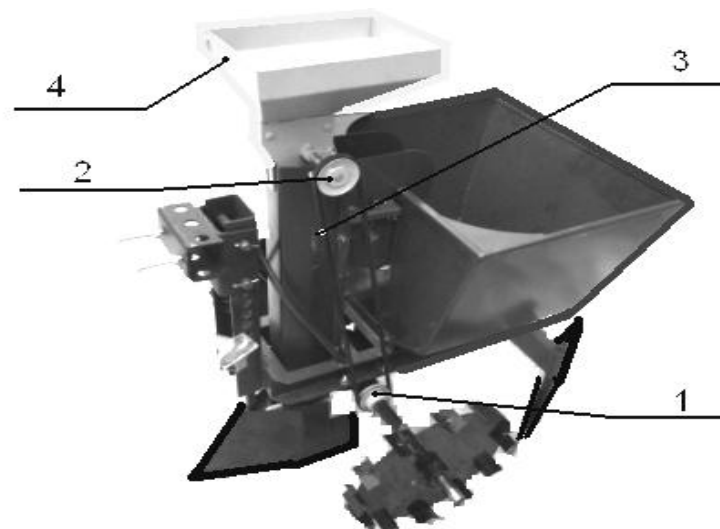

Рис. 1
Аппарат для внесения удобрений (далее АБУ), малогабаритный, устанавливается на сажалку согласно рис. 1. АБУ позволяет одновременно с посадкой семенных клубней картофеля вносить комплексные минеральные удобрения непосредственно в почву под клубни. Рассчитан на внесении 10 - 15 гр. минеральных удобрений на 1 клубень.
АБУ (рис.1 , поз. 4) состоит из корпуса с бункером, крышки корпуса, высевающей катушки с осью.
3. Установить ведущий шкив **1 (рис.1)** на вал сажалки. Установить на место колесо.
7. Установить аппарат на сажалку согласно **рис.1** и закрепить тремя болтами М6.
8. Установить на ось аппарата ведомый шкив **2 (рис.1)** - ведущий и ведомый шкивы устанавливаются соосно по канавкам шкивов.
9. Отрегулировать натяжение ремня **3 (рис.1)**, затянув болты М6.